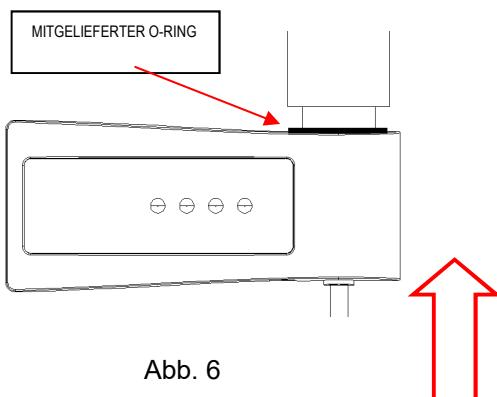

Abb. 6
4. Setzen Sie den Regler auf den Anschluss am elektrischen Heizkörper (Abb. 6) und drücken Sie diesen solange an, bis er vollständig eingefügt und der mitgelieferte O-Ring komplett zusammengedrückt ist.
Stellen Sie sicher, dass der mitgelieferte O-Ring während des Betriebs komplett zusammengedrückt ist (Abb. 6).